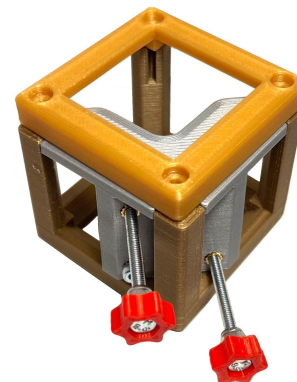

Abb. 10: Zusammengesetzter Würfel
- (13) Setzen Sie den **01A_Go_V*_CUBE_BASE 1X1**, den **02A_BR_V*_CUBE_COVER 1X1** und den **FERTIGEN JUSTAGEEINSATZ** zusammen (Abbildung 10).